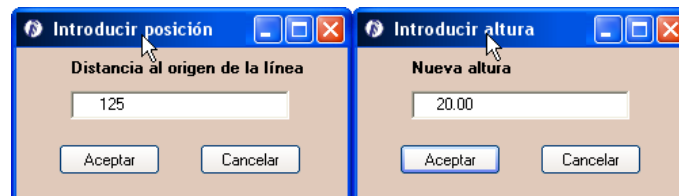

Figura 5.64. Introducción manual de un apoyo
- Insertar apoyo, podemos insertar apoyos en cualquier lugar del recorrido de forma manual si elegimos esta opción. Primero nos pide que introduzcamos una distancia al origen de la línea (Figura 5.64 izquierda) y después la altura del apoyo (Figura 5.64 derecha).